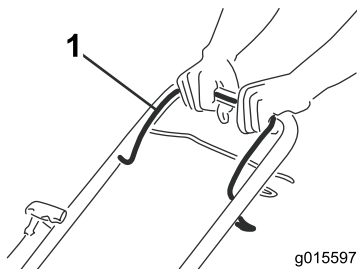

Рисунок 16
1. Удерживайте штангу управления ножом (Рисунок 16) прижатой к рукоятке.